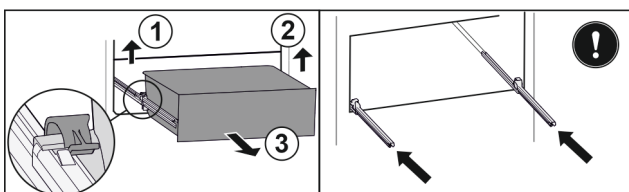

Fig. 83
- Linke Klemme anheben und gleichzeitig Schubfach links nach vorne ziehen. Fig. 83 (1)
- Rechte Klemme anheben und gleichzeitig Schubfach rechts nach vorne ziehen. Fig. 83 (2)
- Schubfach nach vorne entnehmen. Fig. 83 (3)